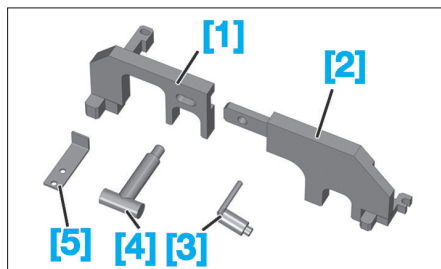

FIG. 1
- [1]. Outil d'immobilisation et calage arbre à cames admission (réf : 0197-A3) (Fig.1),